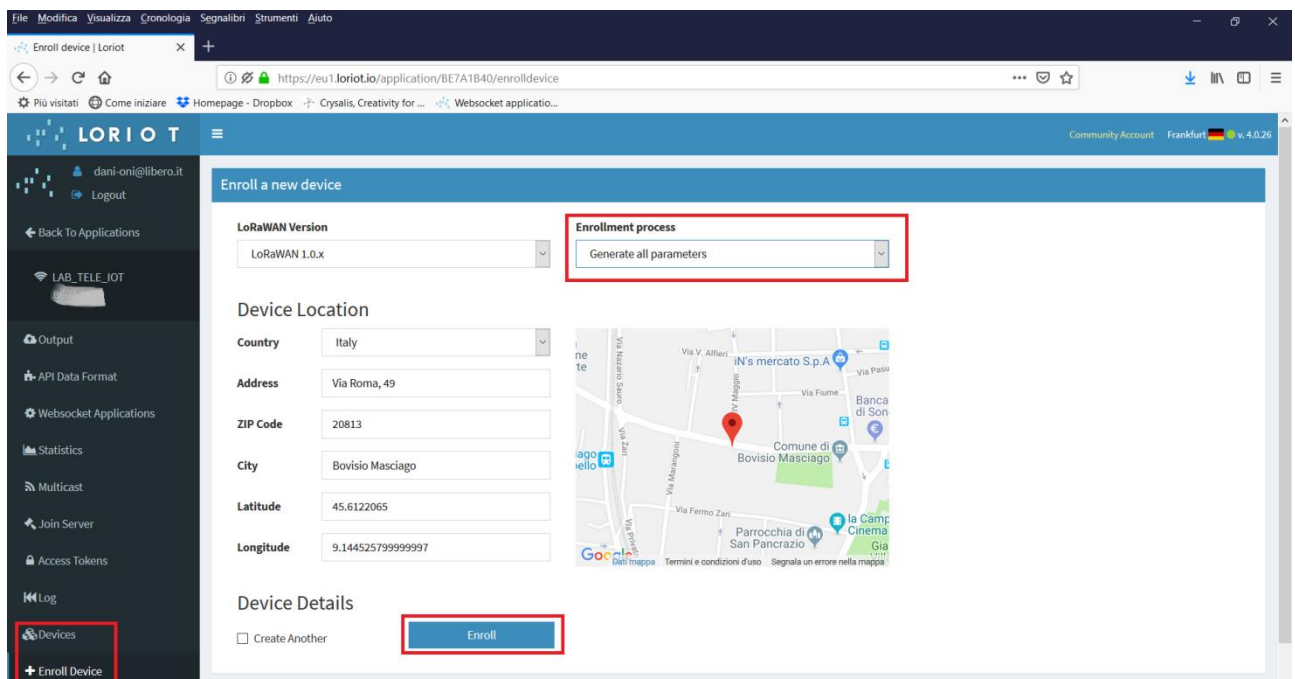

FIGURA 21 Registrazione in modalità ABP con generazione di tutti i parametri.
- *Generate all parameters* (FIGURA 21); con cui vengono generati tutti i parametri, compreso il *DevEui*; sarà poi necessario configurare sull'end node (per esempio *Seeeduino LoRaWAN*) il nuovo *DevEui* ed il nuovo *DevAddr* tramite l'invio di appositi comandi AT, impiegando lo sketch che consente di fare ciò. E' consigliabile modificare i parametri di accesso e non utilizzare quelli di default (tranne eventualmente il *DevEui*).